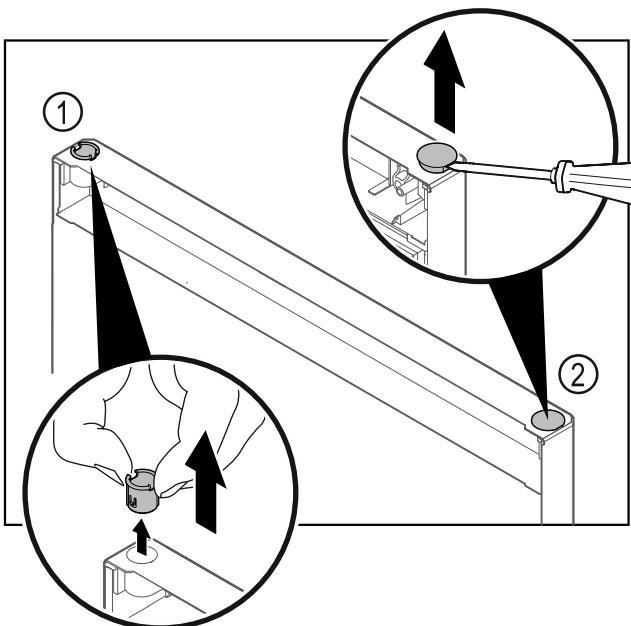

Fig. 30
- Τραβήξτε έξω την υποδοχή μεντεσέ Fig. 30 (1) με τα δάχτυλα.
- Ανασηκώστε προσεκτικά την τάπα Fig. 30 (2) με ένα ίσιο κατσαβίδι και τραβήξτε την έξω.